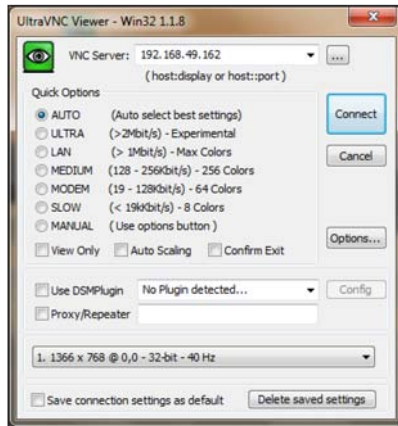

Abb. 3 Ansicht Ultra VNC Viewer-Setup
- ➡ Nach Eingabe der IP-Adresse der thermolMAGER TIM NetPC, welche in diesem Fall von einem DHCP-Server ¹ vergeben wurde, betätigen Sie bitte mit Connect, siehe Abb. 3.